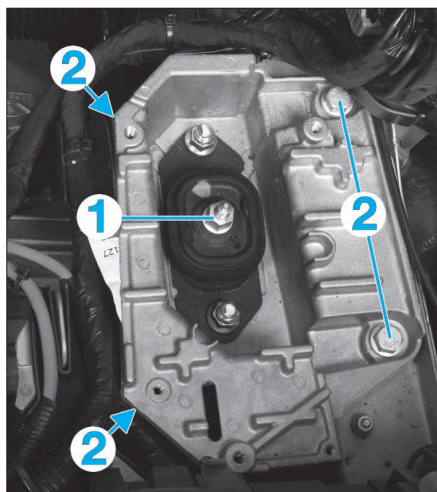

FIG. 7
- Déposer l'écrou (1) et les vis (2) puis le support moteur gauche (Fig.7).